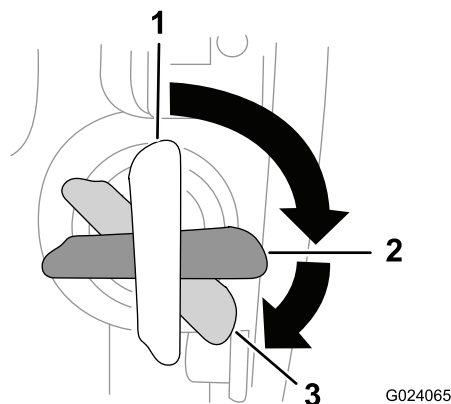

Figura 15
4. Girate l'interruttore di accensione in posizione di AVVIAMENTO e tenetelo in posizione fino all'avviamento del motore (Figura 15).